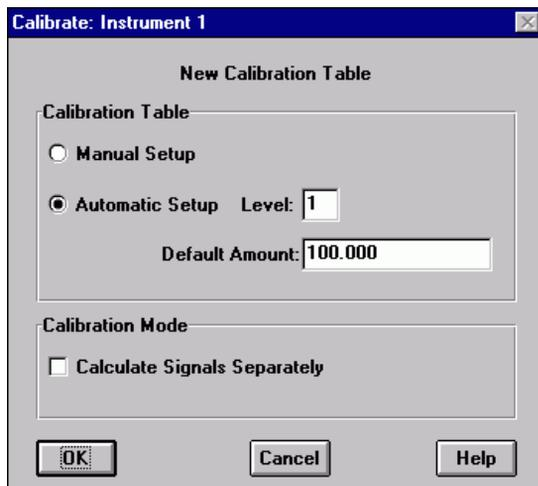

Figura 9 El cuadro de diálogo de calibración correspondiente a una nueva tabla
- 4 Muestre el cuadro de diálogo de calibración, **Calibrate** (consulte la Figura 9 en la página 32):